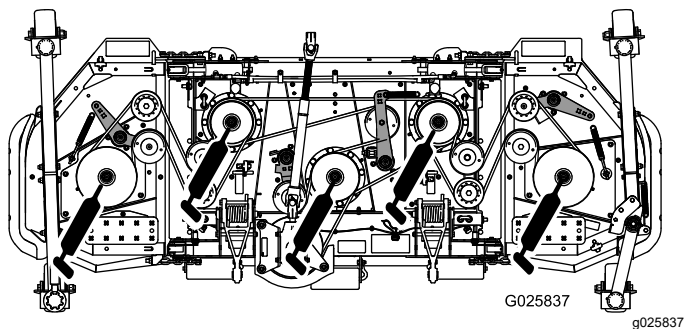

Figure 21
- Roulements d'axe de pivot (5) (Figure 21)